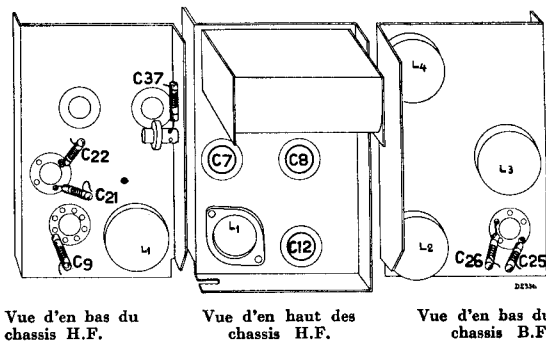

Fig. 2
- N.B. 1. Avant de commencer les opérations de réglage il faut ramollir la cire sur les condensateurs en question (fig. 2) à l'aide d'un fer à souder